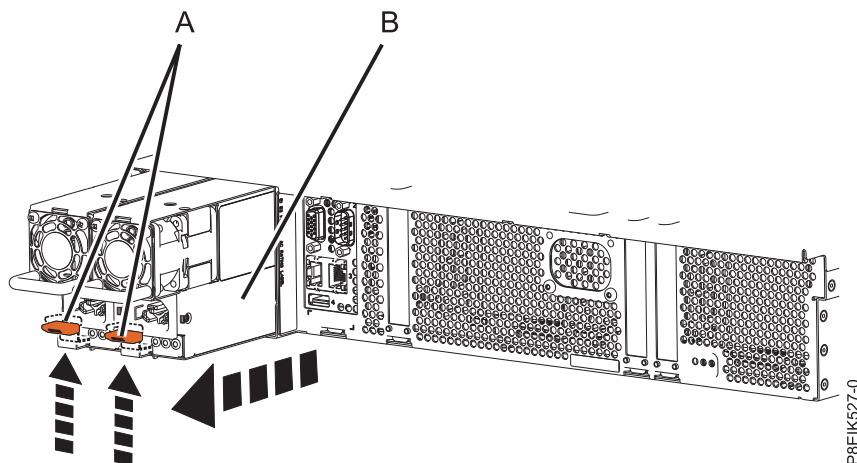

Figura 225. Extracción de una fuente de alimentación del sistema
- a. Para desencajar la fuente de alimentación de su posición en el sistema, tire de la pestaña de bloqueo de color terracota (**A**). Consulte la Figura 225.